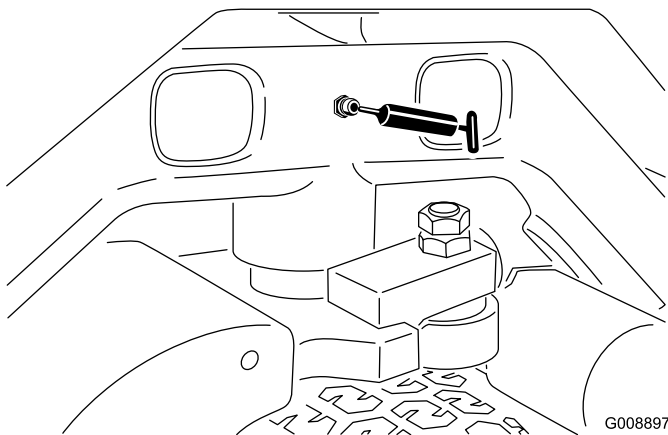

Figure 50
- Pivot de direction (Figure 50)